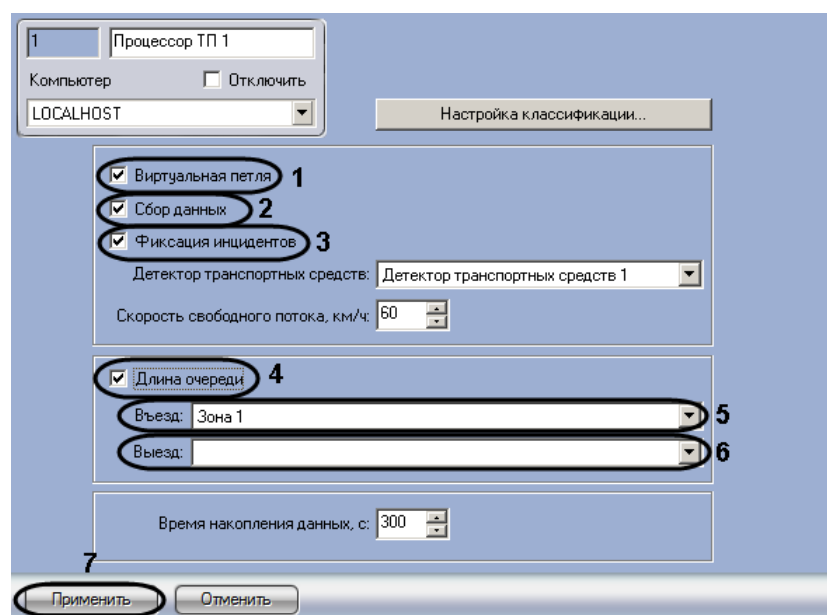

Рис. 7.7—10. Выбор режима работы модуля «Процессор транспортного потока»
1. Перейти на панель настройки объекта «Процессор ТП» (см. Рис. 7.7—10)
2. Для включения режима работы имитации виртуальной петли установить флажок «Виртуальная петля» (см. Рис. 7.7—10, 1). Результатом работы в данном режиме является ретрансляция событий о въезде/выезде транспортного средства из зоны детектирования, регистрируемых модулем «Детектор транспортного потока». По умолчанию события ретранслируются без сохранения в базе данных процессора транспортного потока. Чтобы включить сохранение событий в базе данных, необходимо выполнить шаг 3.
3. Для включения режима сбора и записи данных о транспортных потоках в базу данных процессора транспортного потока установить флажок «Сбор данных» (см. Рис. 7.7—10, 2)
4. Для включения режима фиксации и записи инцидентов в транспортном потоке в базу данных процессора транспортного потока установить флажок «Фиксация инцидентов» (см. Рис. 7.7—10, 3)